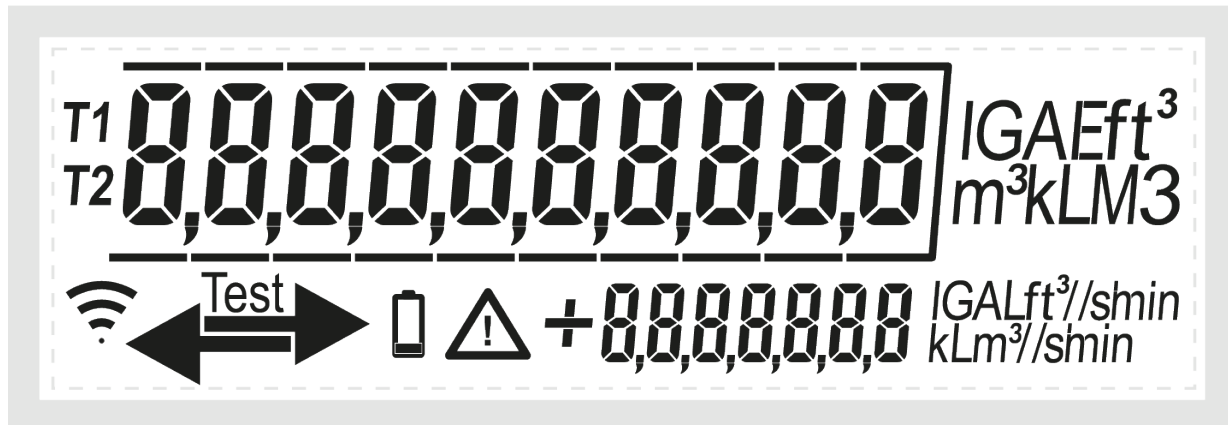

Abb. 17: Schema aller auf dem Display von sonico® EDGE sichtbaren Segmente
2. Alle Segmente ein, d.h. alle Symbole leuchten wie in Abb. 17 (min. 1 s).